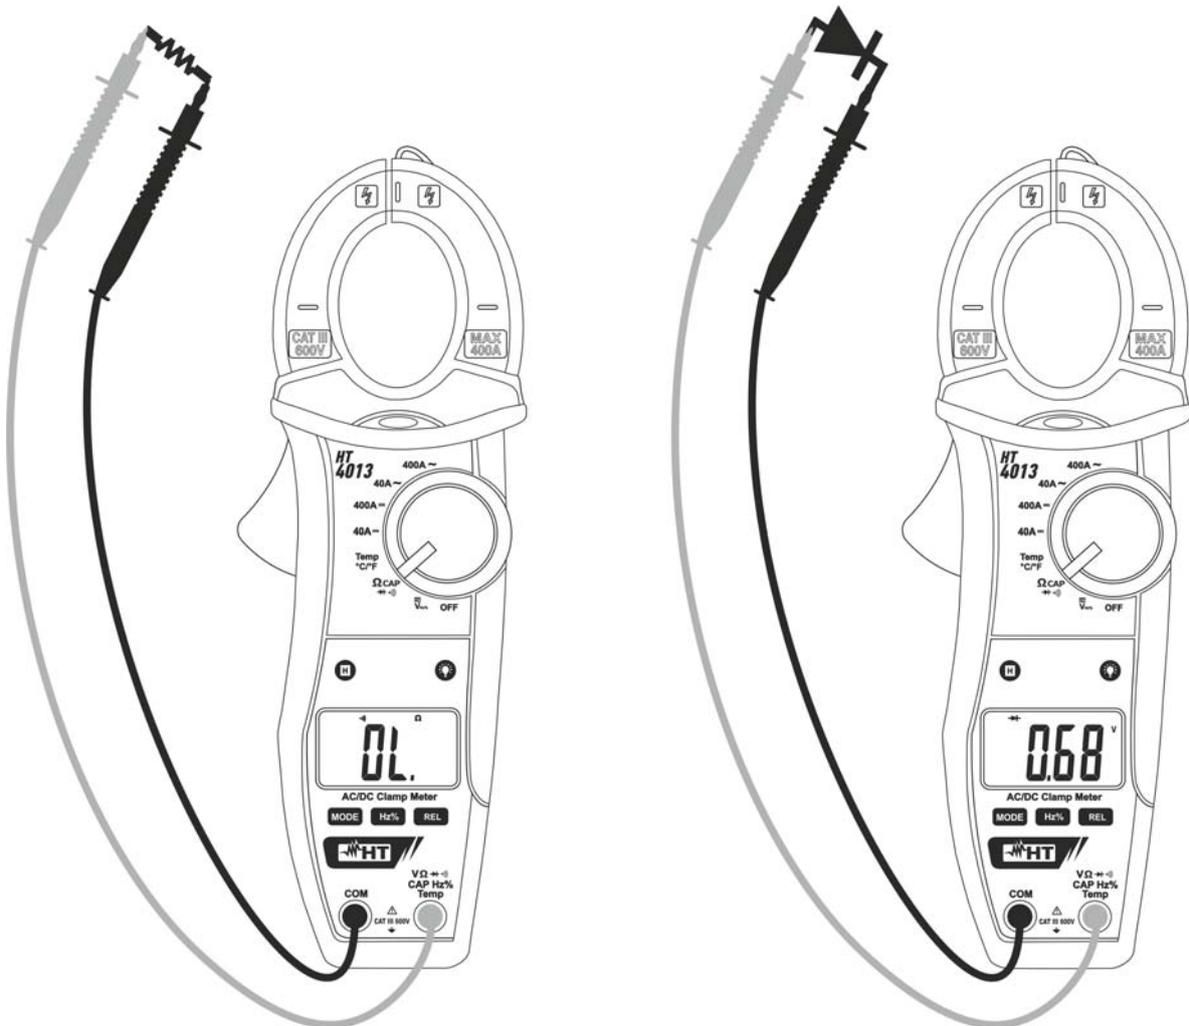

Fig. 7: Uso della pinza per Test Continuità e Prova Diodi
3. Inserire il cavo rosso nel terminale di ingresso **V $\Omega$   $\rightarrow$ )) CAP Hz% Temp** e il cavo nero nel terminale di ingresso **COM** ed eseguire il test di continuità sull’oggetto in prova (vedere Fig. 7– parte sinistra). Il cicalino emette un segnale acustico quando il valore della resistenza misurata è inferiore a circa 150 $\Omega$
5. Connettere il puntale rosso all’anodo del diodo e il puntale nero al catodo in caso di misura di polarizzazione diretta (vedere Fig. 7 – parte destra). Invertire la posizione dei puntali in caso di misura di polarizzazione inversa